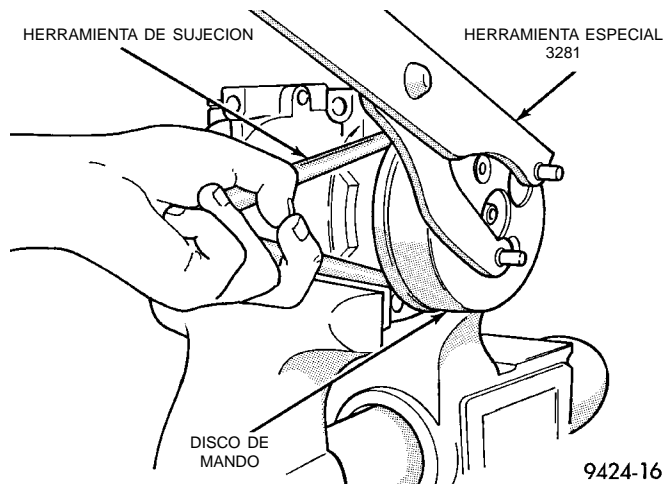
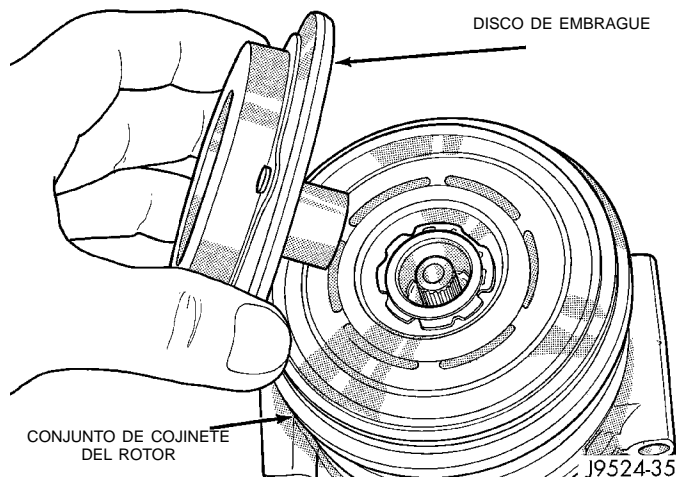

Fig. 26 Desmontaje del disco de mando
Fig. 27 Desmontaje/instalación del disco de embrague
(1) Retire el compresor y el embrague del vehículo tal como se describe en este grupo.
(2) Coloque el compresor en una mordaza y retire los pernos que aseguran el carrete de impulsión al disco de mando.
(3) Retire el disco de mando del compresor con una llave de tuercas (Herramienta especial 3281). Haga girar el disco de mando hacia la izquierda para retirarlo (Fig. 26).
(4) Inserte los dos pasadores de la llave de tuercas en los dos orificios del disco de embrague. Sujete firmemente el disco de embrague y retire el perno que asegura el disco de embrague al eje del compresor.
(5) Retire el disco de embrague (Fig. 27).